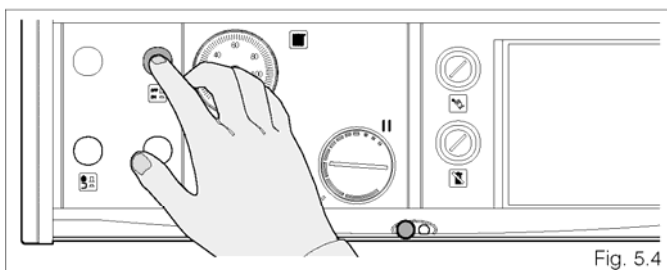

Fig. 5.4
- Нажмите главный выключатель на панели управления и проверьте отключение по зеленой сигнальной лампе (рисунок 5.4).